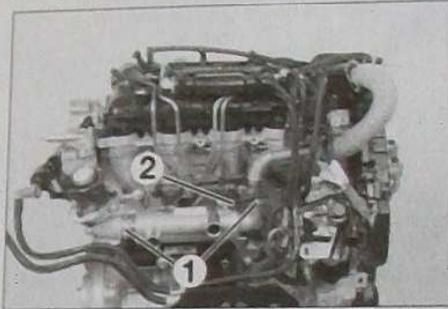

FIG.25
- Débrancher le connecteur (3) du débitmètre d'air.
- Déposer le bloc boîtier de filtre à air / débitmètre d'air (4).
- les colliers (1) (Fig.25).
- la fixation (2) de l'échangeur EGR et l'écartier.